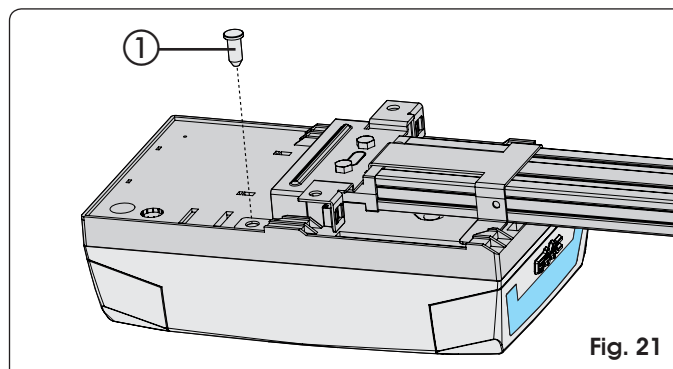
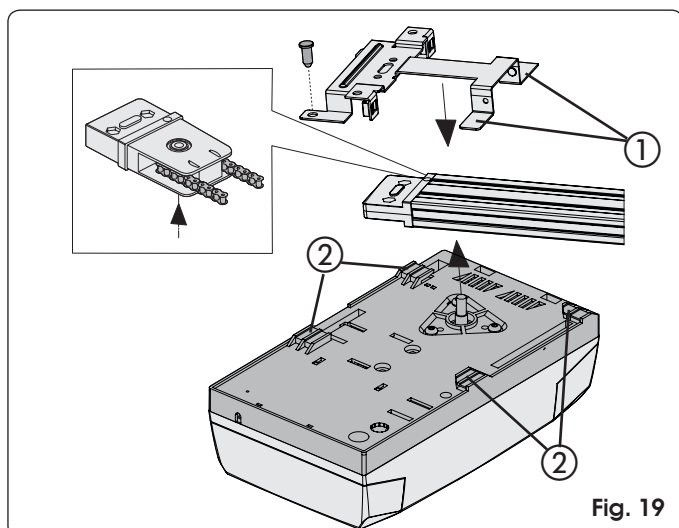
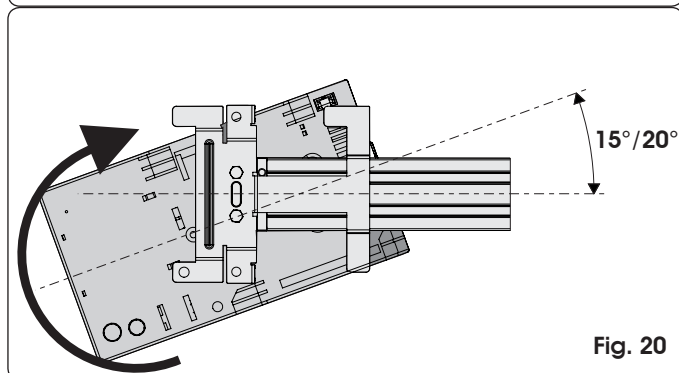

Fig. 21
Fig. 19
Fig. 20
- 1) Steek, terwijl de aandrijving met een hoek van 15°/20° wordt gehouden (Fig. 20), het asje van de motorreductor in de verbinding aan de achterkant van de geleiderail, en duw de pootjes (Fig. 19 ref. ①) naar de uitsparingen op de onderkant van de aandrijving (Fig. 19 ref. ②).
- 2) Draai de aandrijving in de richting van Fig. 20 tot hij in de positie van Fig. 21 komt, en steek de pen in het gat van de verbinding aan de achterkant (Fig. 21 ref. ①).